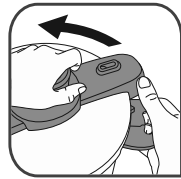

fig. 1
- Sujete la olla con una mano por el asa central (use guantes si es necesario) y con la otra mano, presione la tapa en sentido antihorario hasta que se abra - Fig. 1.
- Abra la olla - Fig. 1.